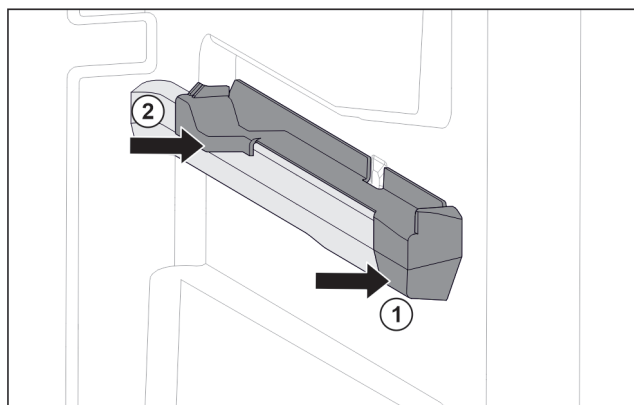

Fig. 129 Elemento inseribile sulla nervatura destra del contenitore
- Posizionare l'elemento inseribile sulla parte anteriore della nervatura del contenitore. Fig. 129 (1)
- Premere l'elemento inseribile sulla parte posteriore. Fig. 129 (2)